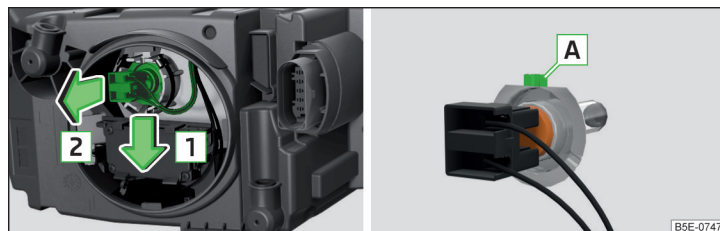

Fig. 349 Înlocuirea becului luminii de întâlnire
- › Desprindeți conectorul, împreună cu becul cu incandescentă, în sensul săgeții 1 » fig. 349.